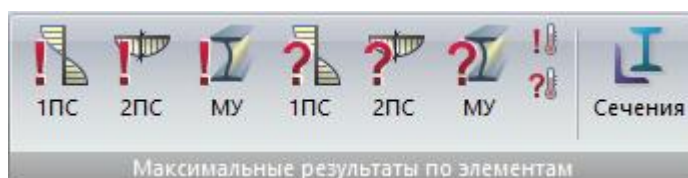

Рис. 137. Панель **Максимальные результаты по элементам**
- **Максимальные результаты по элементам** (рис.137) – операции, связанные с графическим отображением результатов проверки и подбора стальных сечений для элементов в целом, а также вызов диалогового окна для анализа подобранных сечений стальных конструкции входящих в основную схему или в состав суперэлемента.
Панель **Максимальные результаты по элементам** (рис.137) содержит следующие команды: